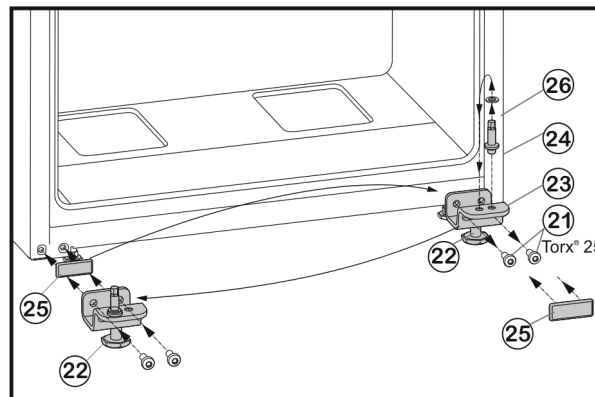

Fig. 8
- ▶ Svitare le viti di fissaggio Fig. 8 (21).
- ▶ Rimuovere completamente il cuscinetto di supporto inferiore Fig. 8 (23) con il perno del cuscinetto Fig. 8 (24), la rondella Fig. 8 (26) e il piede di regolazione Fig. 8 (22).
- ▶ Svitare completamente il perno del cuscinetto Fig. 8 (24) con la rondella Fig. 8 (26) spostarlo nel foro di inserimento situato sul lato opposto del cuscinetto di supporto e riavvitare saldamente.
- ▶ Estrarre con cautela la piastra di copertura Fig. 8 (25) e riapplicarla sul lato opposto.
- ▶ Riavvitare **saldamente (con una coppia di 4 Nm)** tutto il cuscinetto di supporto inferiore Fig. 8 (23) con il perno del cuscinetto Fig. 8 (24), la rondella Fig. 8 (26) e il piede di regolazione Fig. 8 (22) sul lato della nuova cerniera, eventualmente con l'ausilio di un avvitatore a batteria.
- Inserire la porta dall'alto sul perno del cuscinetto Fig. 8 (24).
- Svitare il piede di regolazione Fig. 8 (22) sul cuscinetto di supporto inferiore Fig. 8 (23) fino a quando non poggia a terra.